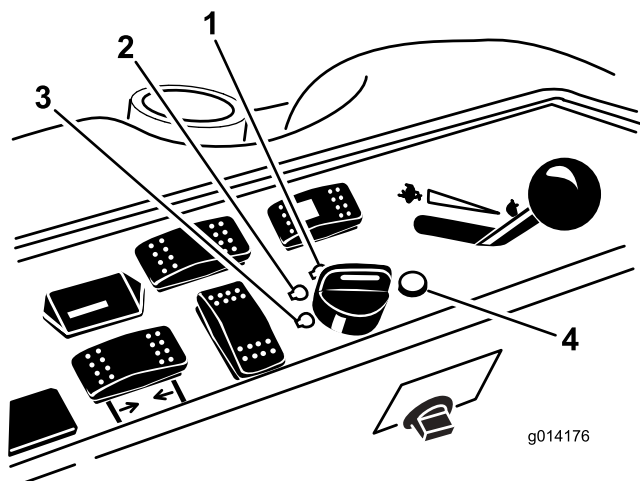

図 12
6. キーを RUN 位置に回す 図 12。
3. キーを OFF 位置に回す 図 12。すべての部分が完全に停止してから運転席を立つ。